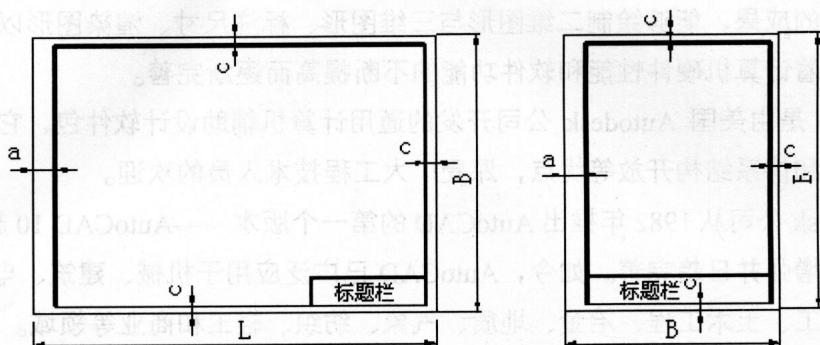
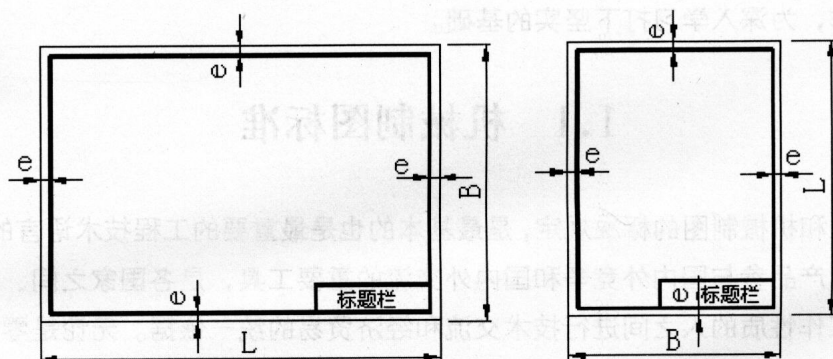

图 1-1 留装订边的图框格式
图 1-2 不留装订边的图框格式
无论图样是否装订, 均应在图纸幅面内画出图框, 图框线用粗实线绘制。图 1-1 所示为留有装订边的图纸图框格式。图 1-2 所示为不留装订边的图纸图框格式。
(1) 按照图 1-1 和图 1-2 所示的图框格式、表 1-1 所示的图纸幅面尺寸, 利用绘图工